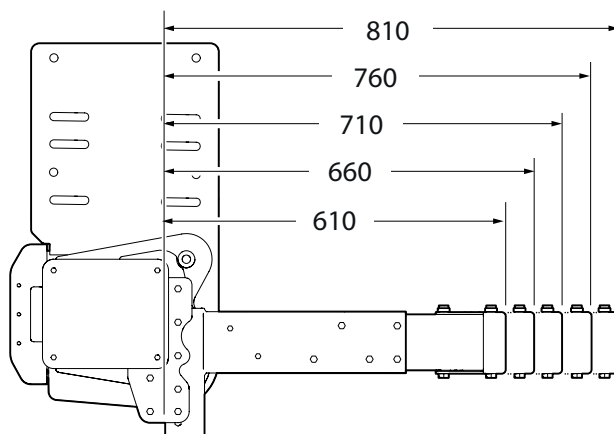

Bild 27. De yttre delen av konsolerna kan monteras i fem olika lägen
1. Montera konsolerna på bakgavellyftens stomme med 3 skruvar M12x100 vardera utan att dra åt. Se Bild 27.